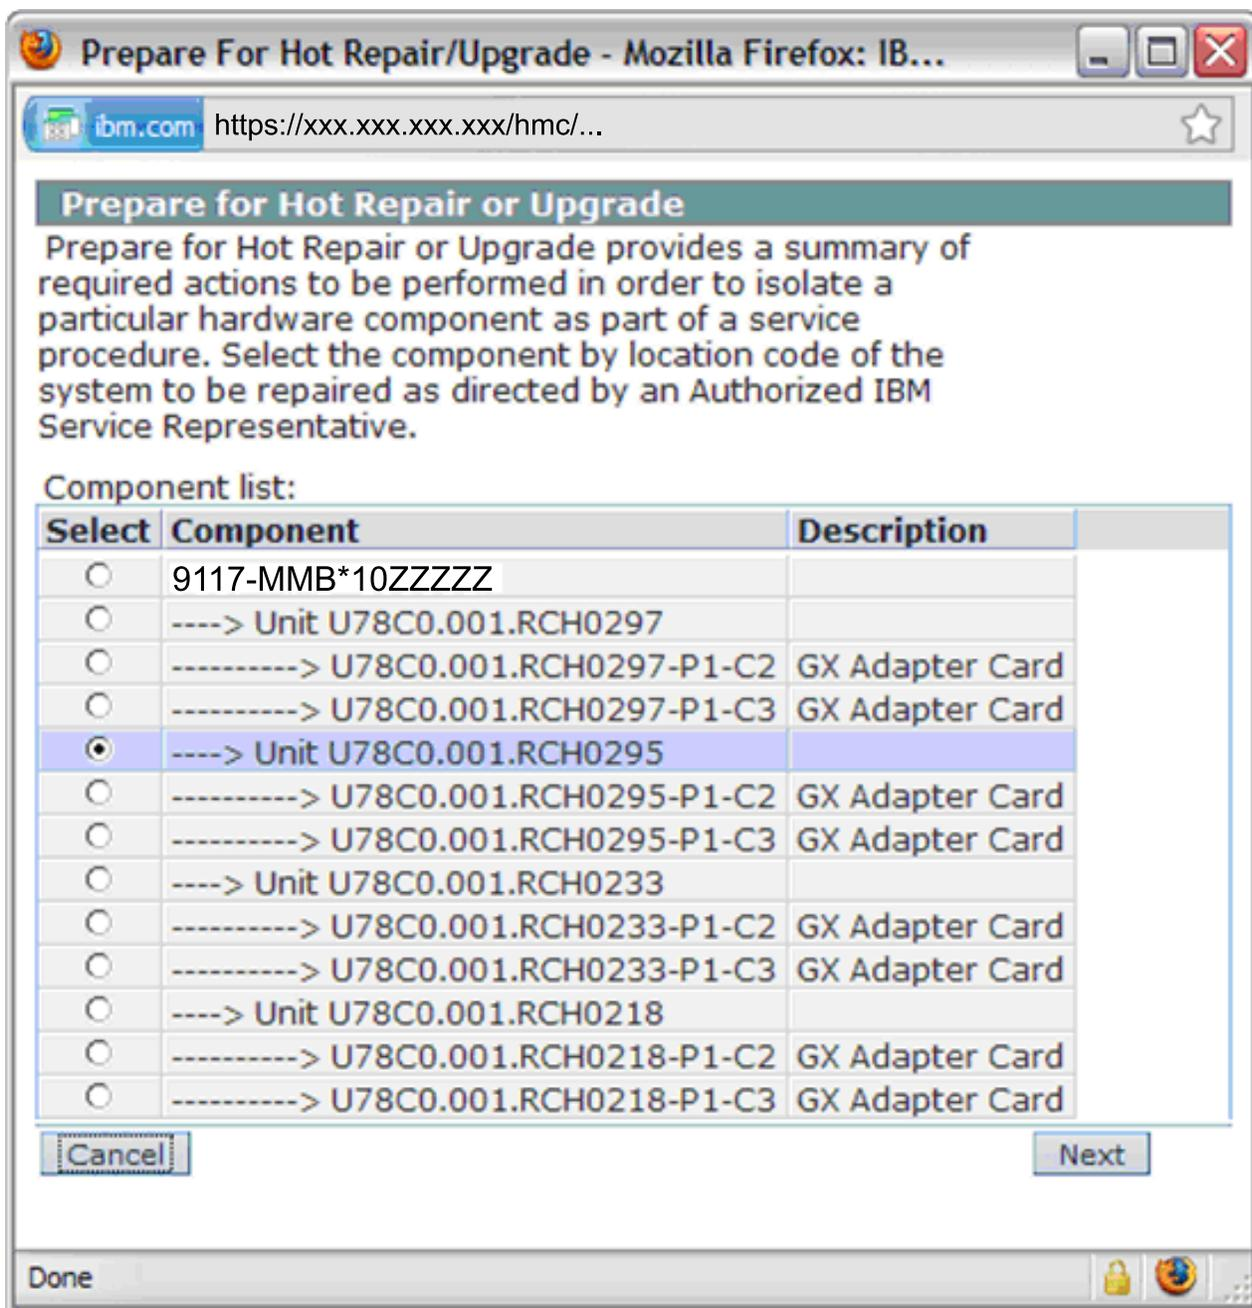

Figura 1. Selección de FRU dentro del programa de utilidad Preparación para reparación o actualización en caliente
4. Seleccione el código de ubicación base que contiene la unidad sustituible localmente (FRU) a la que dar servicio o la tarjeta de adaptador GX a sustituir, según se muestra en Figura 1.